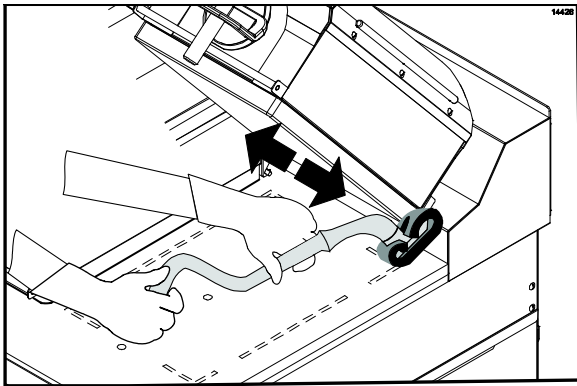

Abbildung 91
17. Die Grillreinigungsflüssigkeit auf die Rückseiten der oberen Grillplatten auftragen, beginnend mit der rechten oberen Grillplatte. (Siehe Abbildung 91.)